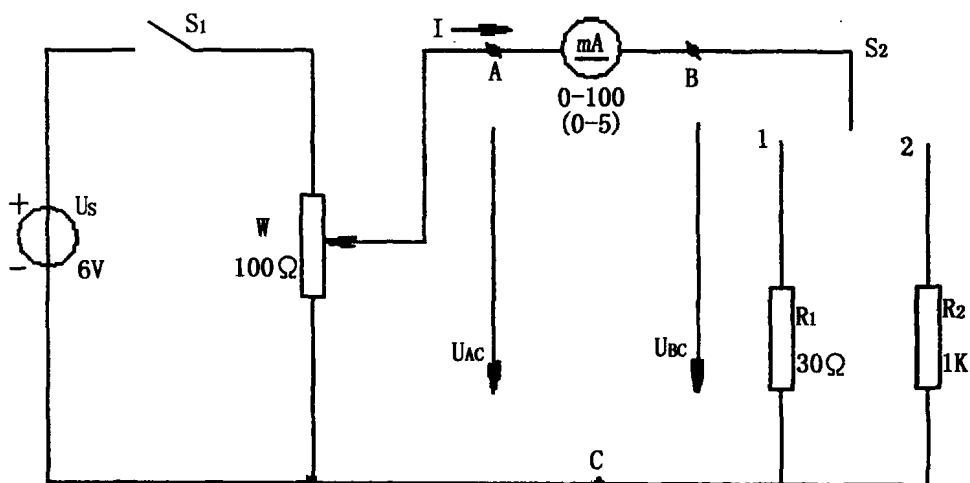

图 1-3
1. 断开 S_1 ，调整电源电压 $U_S = 6V$ ，按图 1-3 联接好电路。联接电路时：